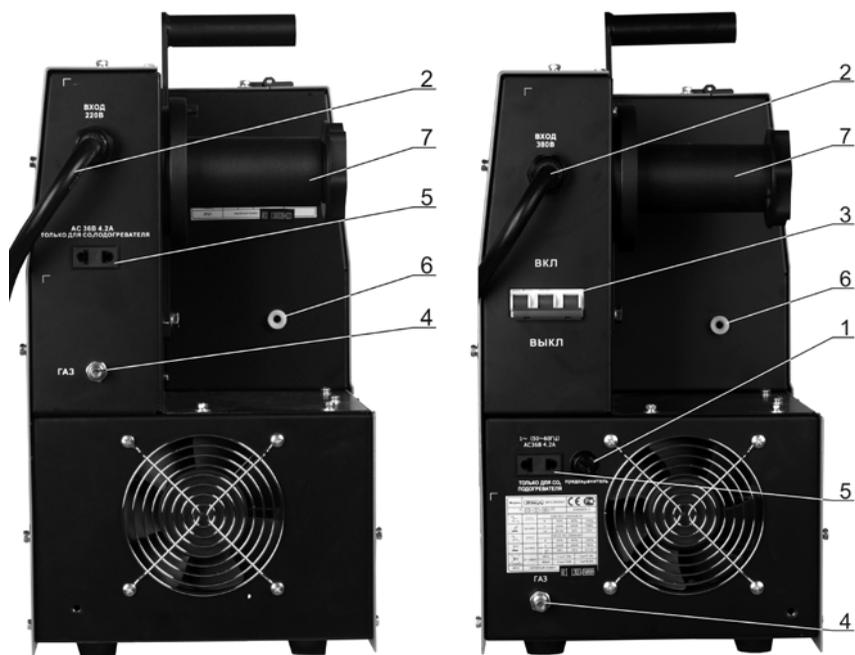

Рисунок 3 – Тыльная сторона полуавтоматов
4.3. Подача защитного газа осуществляется через штуцер, выведенный на тыльную стенку (4 рис.3), обозначен «Газ», диаметр штуцера MIG-200G 8,2 мм; MIG-250GW1 7 мм. Подключение к баллону или центральной системе осуществляется рукавом газовым, один конец надевается на штуцер редуктора, другой полуавтомата. Фиксируется рукав хомутом. Давление в газовой магистрали не должно превышать 4 кгс/см^2 , в противном случае клапан газовый не обеспечит надёжной работы.